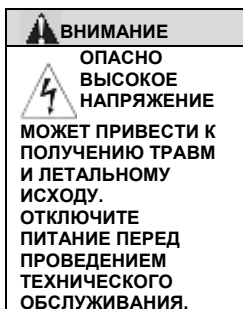

РИСУНОК 9-13.
2. См. рисунок 9-13. Отсоедините трубки ввода реагента и воздуха. Отсоедините всасывающую и нагнетающую трубки, поворачивая фитинги Люэра в сторону, указанную стрелками на рисунке. Отсоедините трубку входа воздуха от зазубренного фитинга в нижней части корпуса.